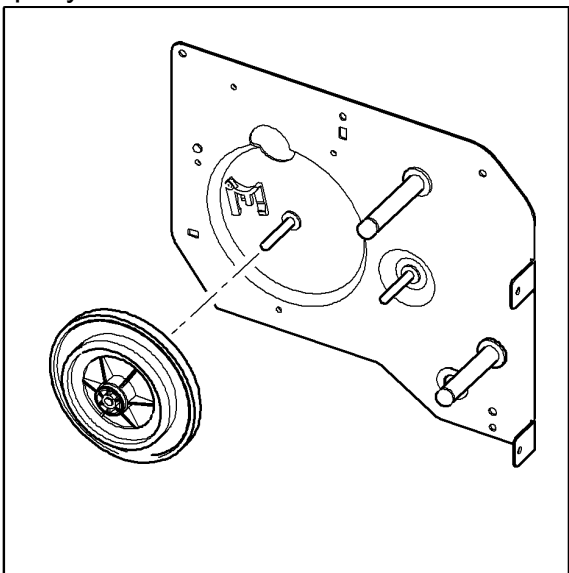

Рисунок 7
10. Снимите шестерню RDCN 139/83, рисунок 7.